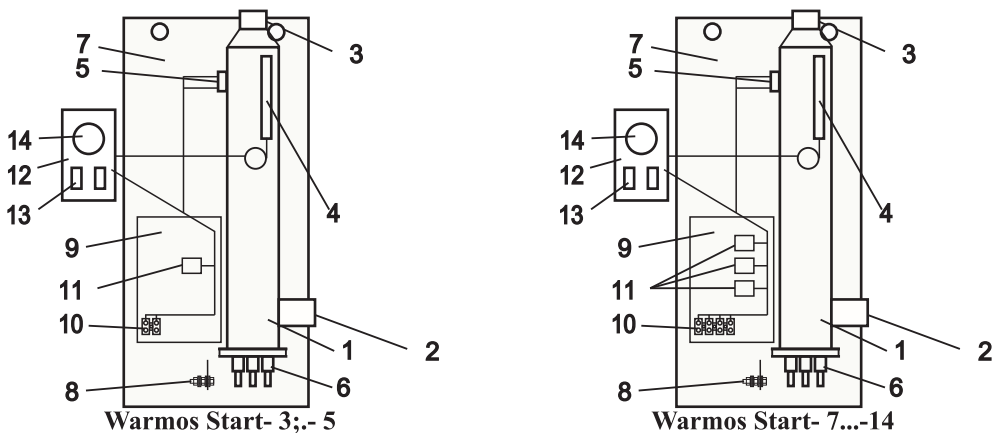

Рисунок 2 (кожух не показан)
4.3 Приборы Warmos Start в соответствии с рис. 2 состоят из следующих основных частей:
- котла (1) с входным (2) и выходным (3) патрубками G1 наруж., датчиком терморегулятора (4), аварийным самовозвратным термовыключателем (5), отключающим прибор при 92°C , и блоком ТЭНов (6);
- панели задней (7), с размещенным на ней зажимом заземления (8) для подключения защитного проводника PE;
- панели установочной (9) с размещенными на ней: зажимом винтовым (10), служащим для подключения внешнего силового кабеля; реле коммутации (11)
- панели управления (12), с расположенными на ней выключателями ступеней мощности (13) и терморегулятором (14), служащим для установки температуры нагрева теплоносителя.